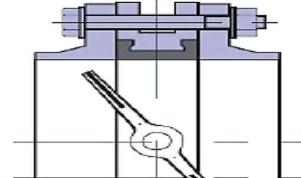

Рис. 6
- Затяните болты (шпильки) так, чтобы фланцы и корпус (металлическая часть) затвора соприкасались. Затяжка болтов на межфланцевых соединениях должна быть равномерной по всему периметру. Медленно закройте и откройте дисковый поворотный затвор. Если установка затвора была проведена правильно, затвор должен свободно открываться и закрываться (рис. 6).